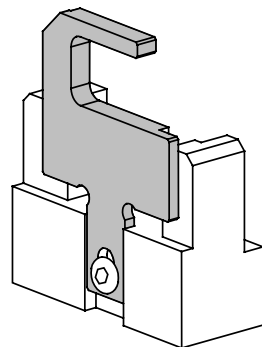

FIG. 1 POSIZIONE ESTRATTORE
3.1.7) Controllare la posizione dell' estraattore (09): nel caso di lavoro su connettori del tipo ANE 7-M... ed ANE 9M... dovrà essere portato, dopo aver allentato la relativa vite di fissaggio, nella posizione di "tutto alzato" (ved. Fig. 1). Per tutti gli altri tipi di connettore, l' estraattore dovrà essere in posizione "tutto abbassato".